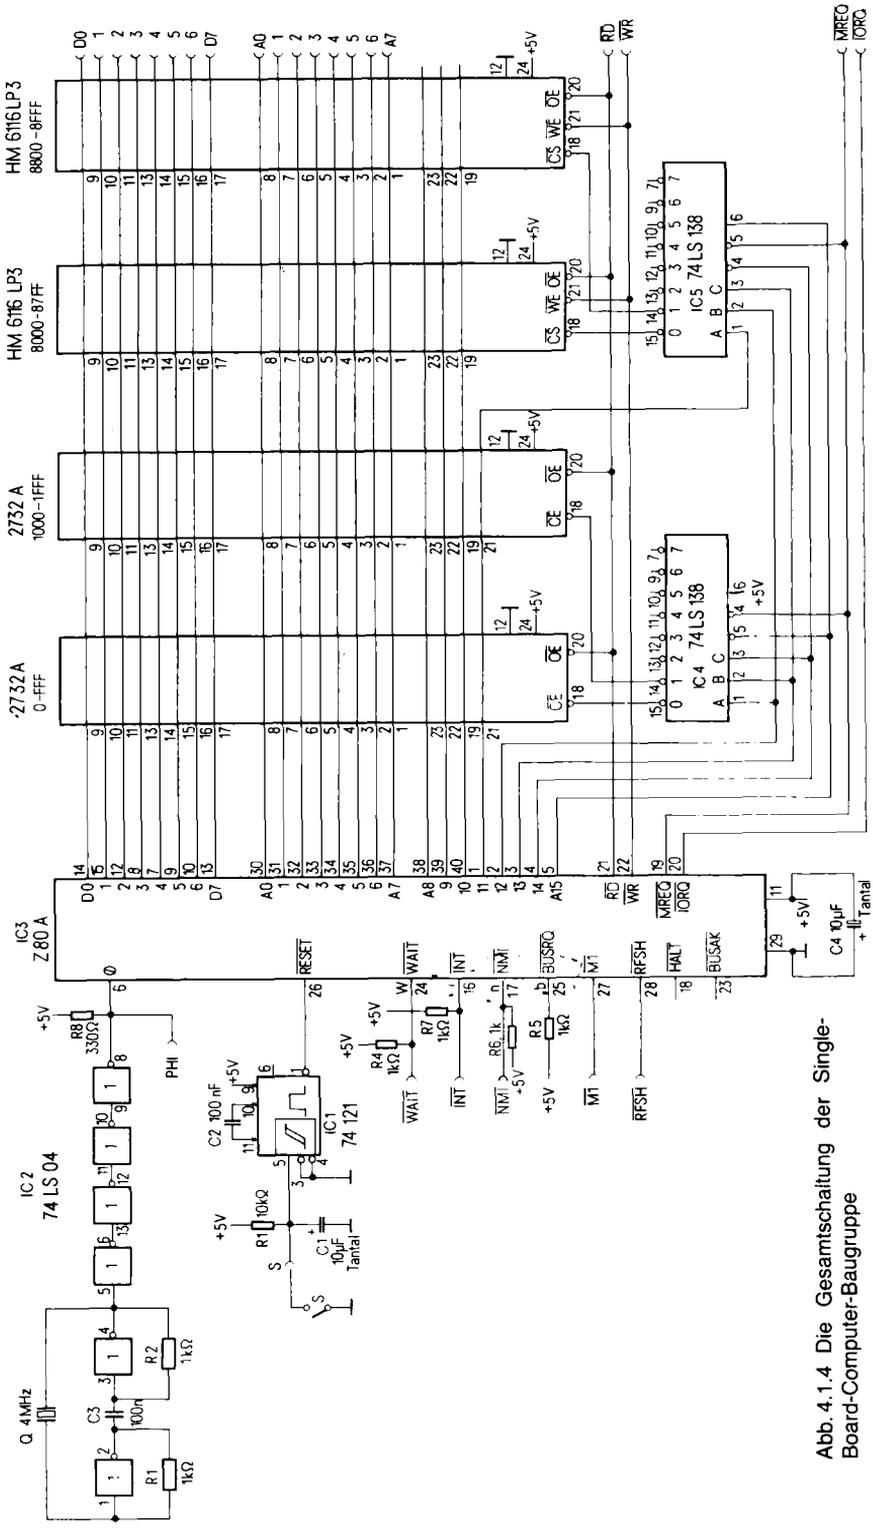
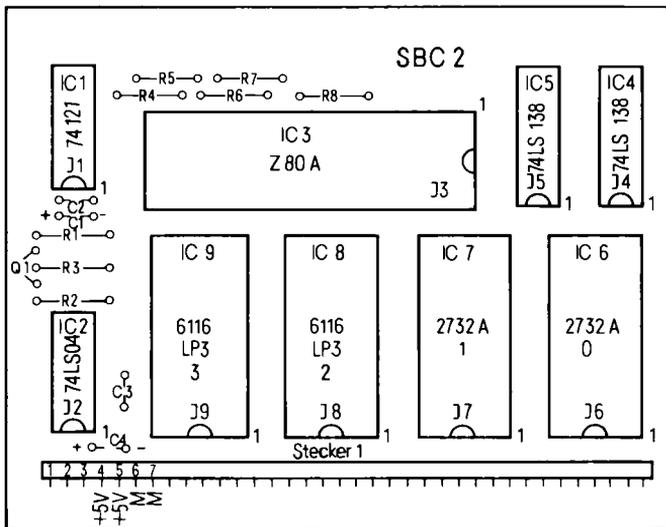

Abb. 4.1.4 Die Gesamtschaltung der Single-Board-Computer-Baugruppe
Abb. 4.1.5 Bestückungsplan der SBC 2
*Abb. 4.1.4* zeigt den gesamten Schaltplan der SBC2-Baugruppe. *Abb. 4.1.5* zeigt den Bestückungsplan und *Abb. 4.1.6* die Stückliste. Erschrecken Sie nicht, es wird alles Schritt für Schritt aufgebaut und erklärt.
Zehnter Schritt: Spannung wieder ausschalten. Nun wird der integrierte Schaltkreis eingesetzt. Dabei muß man wieder auf die Orientierung achten. Auf dem integrierten Schaltkreis ist eine Marke auf der Schmalseite angebracht. Diese Marke muß bei IC1 zur Steckerleiste hinzeigen, also mit der des Sockels übereinstimmen (*Abb. 4.1.5*). Wenn man sich nicht sicher ist, sollte man mal in Kapitel 3 nachsehen. Die Beschriftung des ICs gibt keine Anhaltspunkte auf die Orientierung. Sind zwei Marken auf dem IC vorhanden, so ist die *größere* Marke entscheidend.
Wir wollen die Schaltung nun aufbauen. Im Gesamt-Schaltbild *Abb. 4.1.4* findet man die Taktgeber-Schaltung wieder. Zum Aufbau: